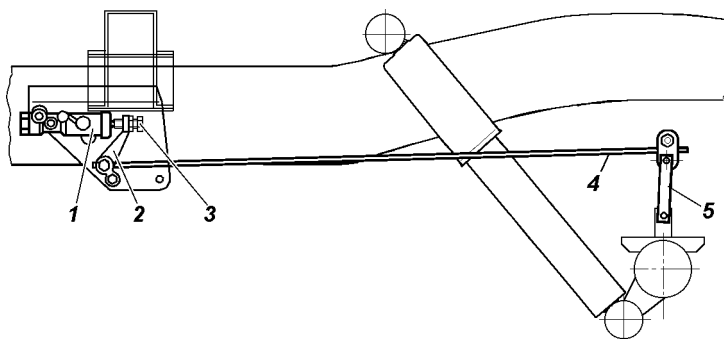

Рис. 9.33. Привод регулятора давления:
В процессе эксплуатации и при замене задних рессор необходимо регулировать усилие упругого рычага 4 (рис. 9.33) на поршень регулятора. Регулировку производите в следующей последовательности:
4. Доверните болт 3 (см. рис. 9.33) на 2 и 1/3 оборота (14 граней головки болта).